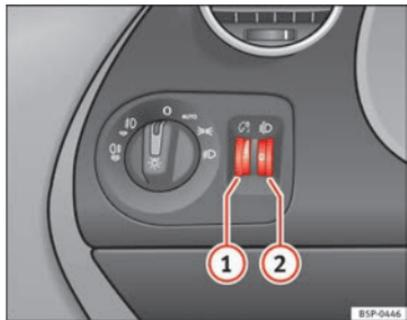

Abb. 73 In der Instrumententafel: Regler für die Instrumenten-/Schalterbeleuchtung und Leuchtweitenregulierung
Bei eingeschaltetem Licht lässt sich die Helligkeit der Instrumenten- und Schalterbeleuchtung durch Drehen des Rändelrades → Abb. 73 ① stufenlos regulieren.